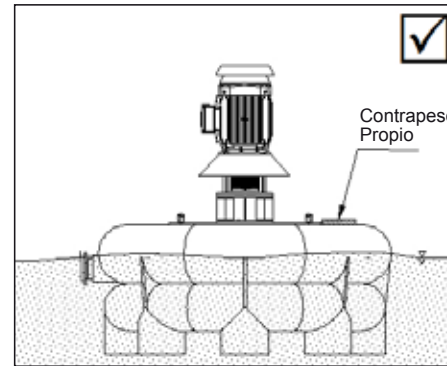
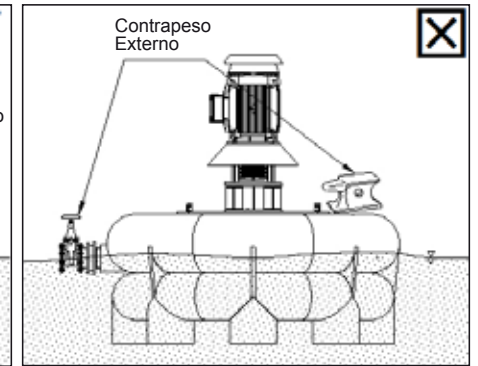

Figura 30
Figura 31
- El equipo de bombeo tiene un sistema de contrapeso para equilibrar los pesos desequilibrados relativos a la descarga de la bomba hasta la brida (flanges, descarga, etc.) (figura 30). NUNCA MODIFIQUE ESTE CONTRAPESO PARA INTENTAR EQUILIBRAR EL PESO DE ELEMENTOS EXTERNOS A LA Balsa COMO VÁLVULAS Y TUBERÍAS (figura 31). Los elementos externos deben utilizar su propio sistema de flotación.